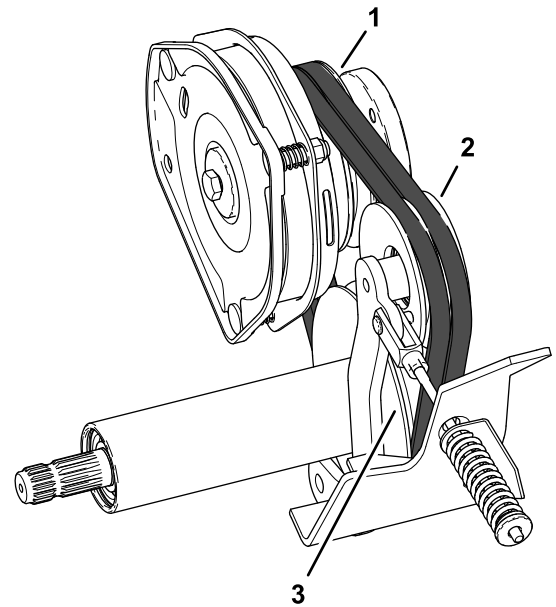

Figura 94
1. Alinee las correas de la toma de fuerza sobre las poleas (Figura 94).